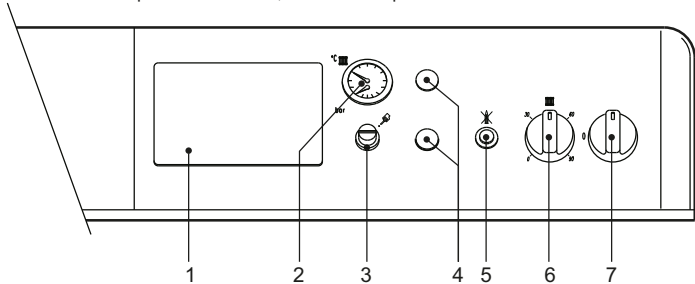

fig. 1 - Pannello comandi
- Portare l'interruttore di caldaia "7" sulla posizione 1 (fig. 1).
- Qualora la caldaia venga dotata di una centralina elettronica termostatica, montata in posizione 1 di fig. 1, l'utente dovrà tenere conto anche delle istruzioni fornite dal costruttore della stessa.
Ruotando la manopola **6** di fig. 1 in senso orario la temperatura dell'acqua di riscaldamento aumenta, in senso antiorario diminuisce. La temperatura può essere variata da un minimo di 30° ad un massimo di 90°. Consigliamo comunque di non far funzionare la caldaia al di sotto dei 45°.
Impostare tramite il termostato ambiente la temperatura desiderata all'interno dei locali. Su comando del termostato ambiente la caldaia si accende e porta l'acqua impianto alla temperatura impostata dal termostato di regolazione caldaia **6** di fig. 1. Al raggiungimento della temperatura desiderata all'interno dei locali il generatore si spegne.
La pressione di caricamento ad impianto freddo, letta sull'idrometro caldaia part. 2 di fig. 1, deve essere di circa 1,0 bar. Qualora durante il funzionamento la pressione dell'impianto scendesse (a causa dell'evaporazione dei gas disciolti nell'acqua) a valori inferiori al minimo sopra descritto, l'utente dovrà, agendo sul rubinetto di caricamento, riportarla al valore iniziale. A fine operazione richiudere sempre il rubinetto di riempimento.